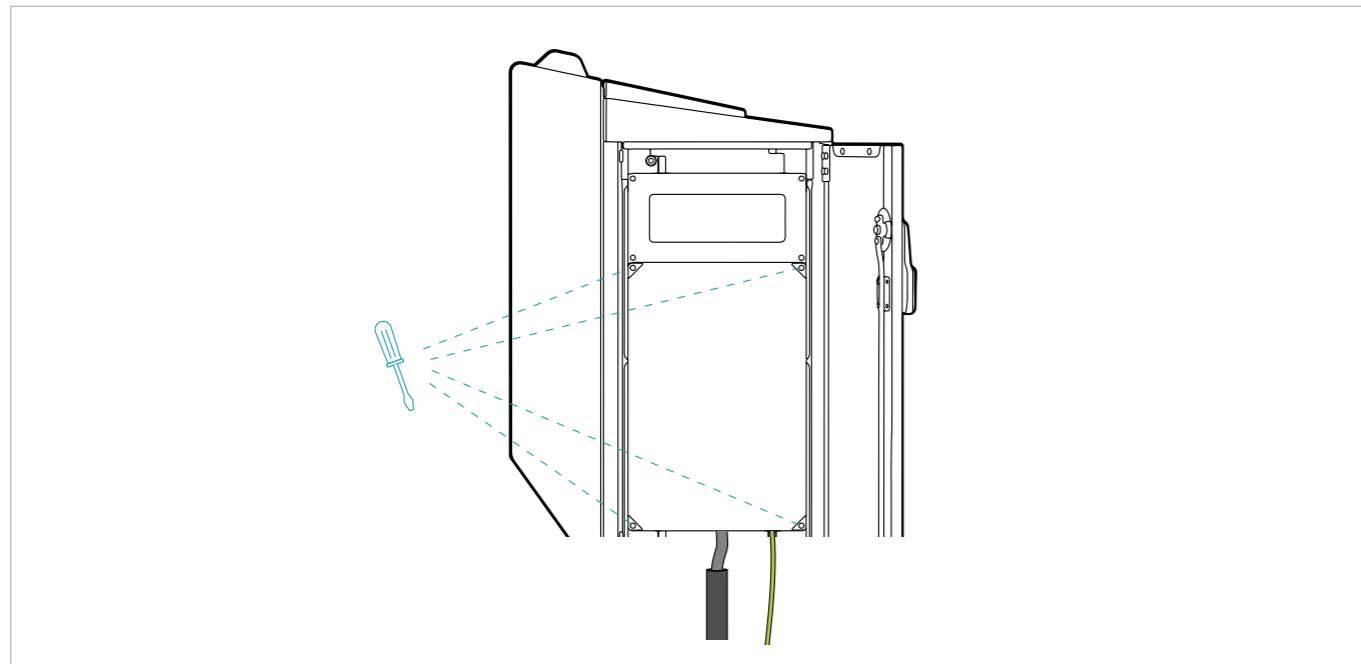

Abb. 12
- Öffnen Sie den Netzanschlusskasten (**Abb. 12**).